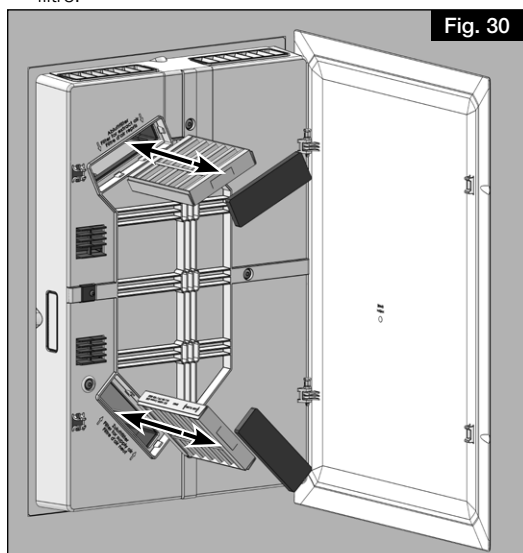

Fig. 30
1. Ouvrir la façade intérieure (voir Fig. 30).
2. Retirer le joint en mousse au-dessus du filtre (voir Fig. 30).